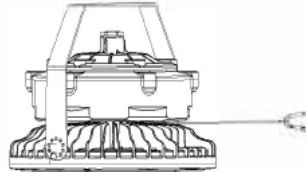

Fig. 15
3. Tighten the wire rope (Fig. 15).